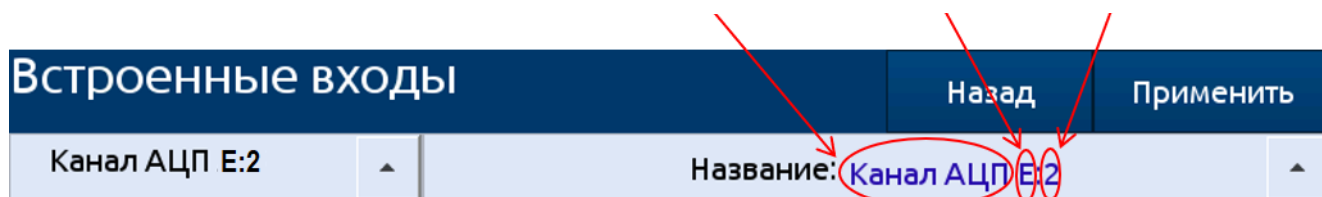

Рисунок 2.41
«**Название**» – каждый встроенный вход уже имеет название, присвоенное ему PMT 79, и пользователь не может его изменить (см. рисунок 2.41).
**«Название»** – каждый встроенный вход уже имеет название, которое пользователь не может изменить (см. рисунок 2.41).